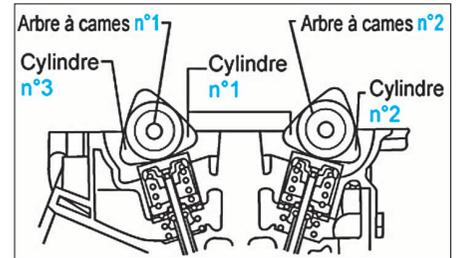

FIG. 72
- Poser les arbres à cames comme illustré (Fig.72).